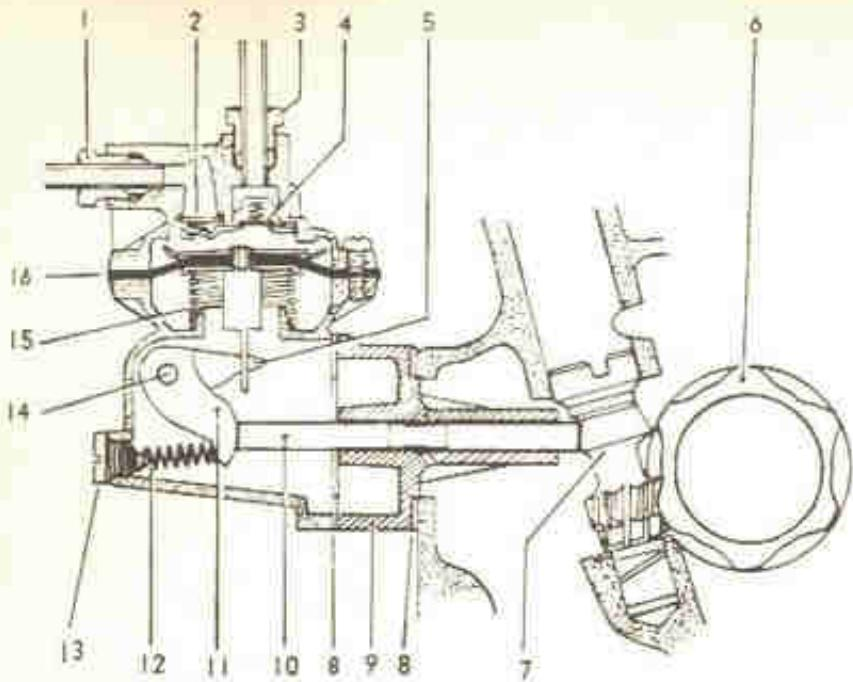

Fig. 2-E — Corte da bomba de gasolina. (Motor "I 200" — 36 HP)
**Bomba de gasolina.** — A bomba de gasolina aspira a gasolina do tanque e a envia ao carburador através de duas canalizações. É do tipo de diafragma, de acionamento mecânico e se situa na parte traseira do motor, em local bem acessível e ventilado, a fim de evitar o "engasgo" no tempo de calor, tão comum nos climas quentes. É fixa à carcaça por dois estôjos com porcas e acionada por um excêntrico da árvore de comando, como se vê nas figs. 2, 5 e 6-E. A haste de comando atua sobre o balancim e se abriga dentro de um bloco de fibra, (9, fig. 2-E) que desempenha também o papel de flange intermediário.
**Funcionamento — Motor "1 200", 36 HP, até 1966** — Como se pode deduzir pela observação da fig. 2-E, a árvore de comando, ao girar, imprime a haste de comando da bomba um movimento de vai-e-vem: quando a haste é forçada pelo excêntrico, vai a frente e empurra o
regua de precisão, tendo o flange de fibra e as juntas no lugar. A regulagem desse curso se faz justamente pela variação da espessura das juntas indicadas na fig. 2-E pelo n.º 8. Aumentando-se a espessura dessas juntas o curso diminui e diminuindo-se a espessura, o curso aumenta. Essa regulagem só tem justificativa quando se substitui as juntas ou em caso de revisão do motor depois de muito uso. As juntas originais, no entanto, duram longos anos sem necessidade de renovação; ao se substituir essas juntas, quando necessário, verifica-se a espessura, que deve ser ligeiramente superior, para que, com o aperto, torne a espessura desejada.